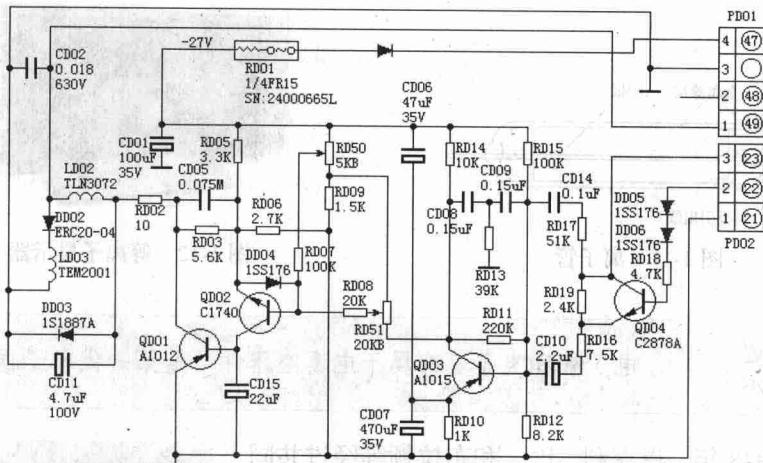
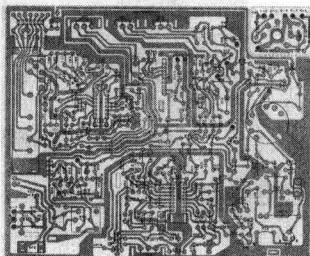
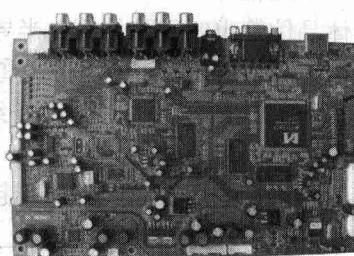

图 1-7 电视机电路原理图
图 1-8 电视机电路板图
图 1-9 电视机的实际电路板
- (4) 电子技术目前已深入人们的文化生活中。广播、电视、录音、录像等, 无不与电子技术有关, 如电视机电路原理图和电视机的实际电路板如图 1-7、图 1-8 和图 1-9 所示。